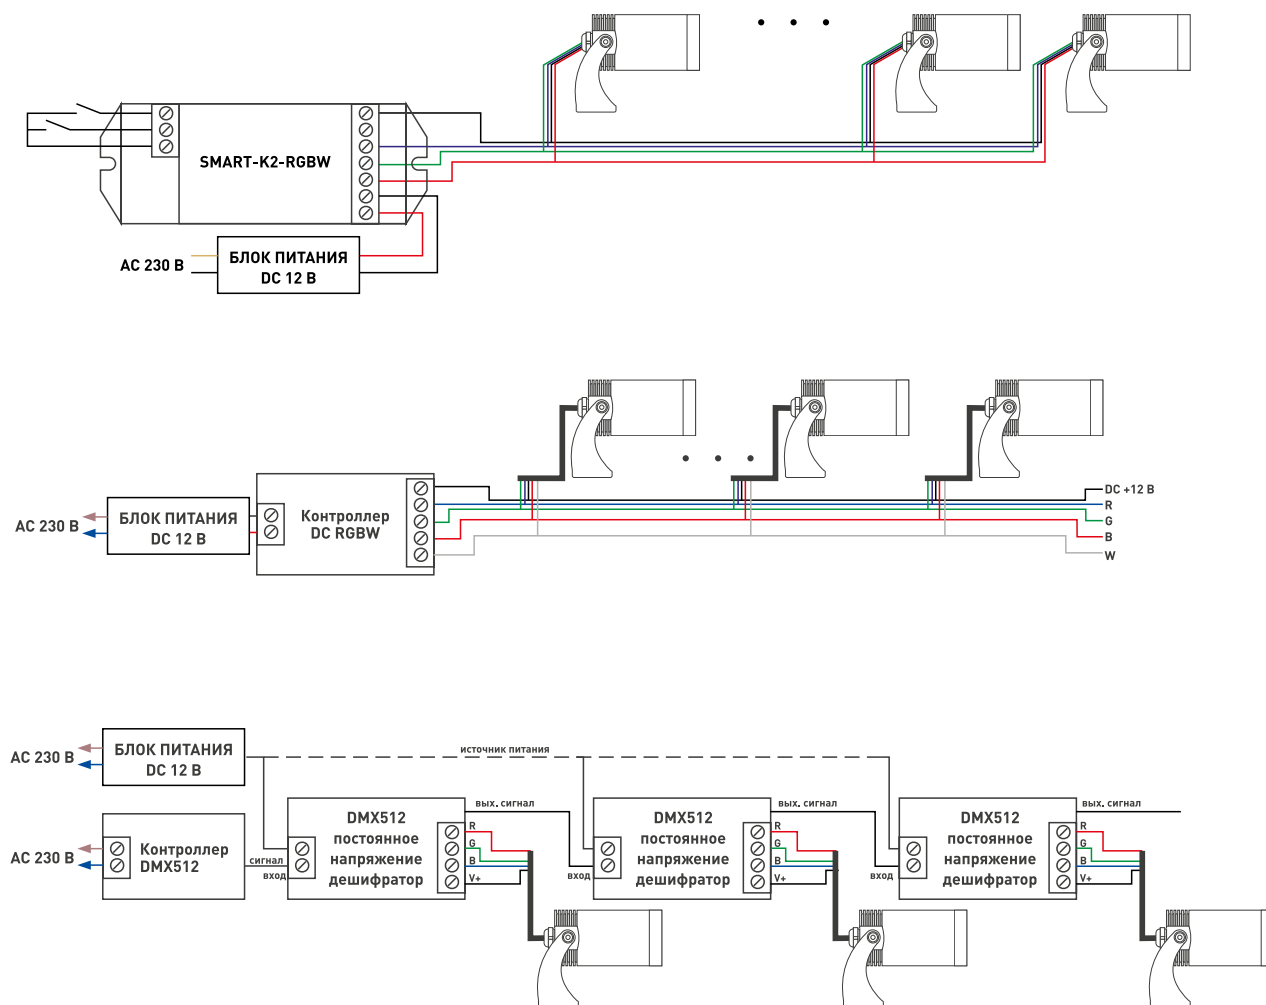

Рис. 2. Схемы подключения
- Присоедините провода питания светильника к контроллеру ШИМ. Соблюдайте порядок подключения и маркировку проводов: «черный» — общий +12 В, «красный» — канал «R» -12 В, «зеленый» — канал «G» -12 В, «синий» — канал «B» -12 В, «белый» — канал «W» -12 В, (см. рис. 2).